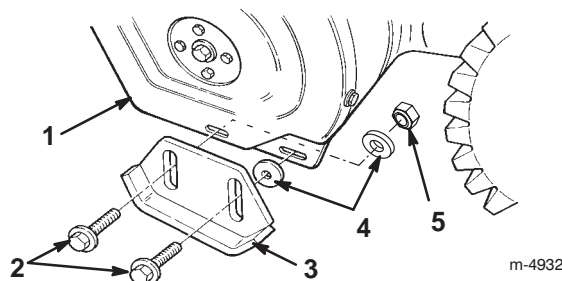

Figure 10
3. Enlevez les deux boulons à embase et rondelles plates qui fixent chaque extrémité de la lame racleuse aux plaques latérales (Fig. 10).
5. Introduisez une rondelle **entre chaque patin et plaque latérale** (Fig. 10). Ne serrez pas les boulons.
7. Introduisez une rondelle et un contre-écrou **derrière (à l'intérieur de) la plaque latérale** (Fig. 10). Ne serrez pas les boulons.